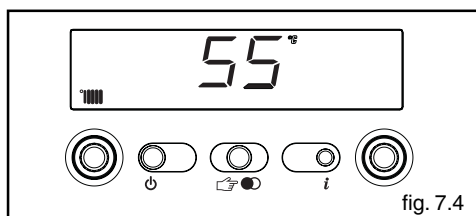

fig. 7.4
**Info 3** visualizza la temperatura riscaldamento settata (fig. 7.4)